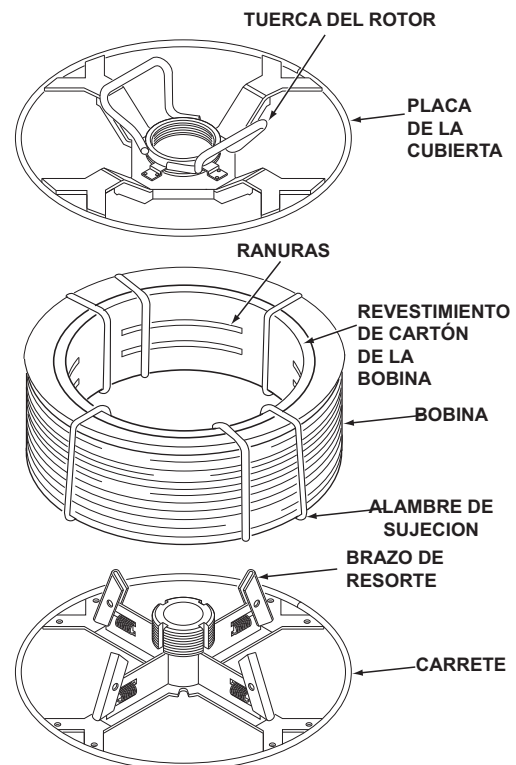

FIGURA B.2
- 1) Con el Carrete de Bobina K1504-1 montado sobre el eje de 51 mm (2") (o con el carrete acostado sobre el piso), afloje la tuerca del rotor y remueva la cubierta del carrete. (Vea la Figura B.2).